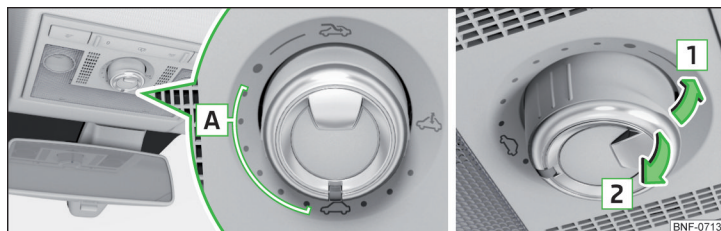

Fig. 35 Betjening af skyde-/vippetag
**Betjening af skyde-/vippetag » Fig. 35**
Hvis skyde-/vippetaget lukkes, ved at kontakten trækkes i pilens retning 2 ved at tage fat i udskæringen » Fig. 35 på side 43, og lukningen hindres af en forhindring, sættes kraftbegrænsningen ud af funktion ved det tredje lukkeforsøg (hvis tidsgrænsen på 5 sek. mellem de enkelte lukkeforsøg ikke overskrides). Skyde-/vippetaget lukker med fuld kraft – fare for kvæstelser.
- Tilslut tændingen, og indstil kontakten til position ↔ » Fig. 35 på side 43.